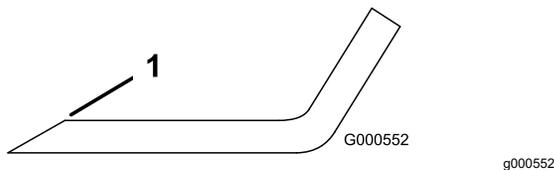

Bild 62
1. Schärfen Sie die Schnittkante an beiden Enden des Schnittmessers mit einer Feile (Bild 62).
**Hinweis:** Feilen Sie, wenn das Schnittmesser nicht ausgewuchtet ist, vom Flügelbereich des Messers etwas Metall ab (Bild 62).